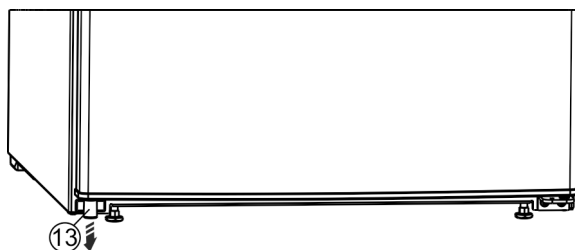

Fig. 13*
- ▶ Ta ut distansdelen Fig. 13 (13) nere till vänster på dörren.*